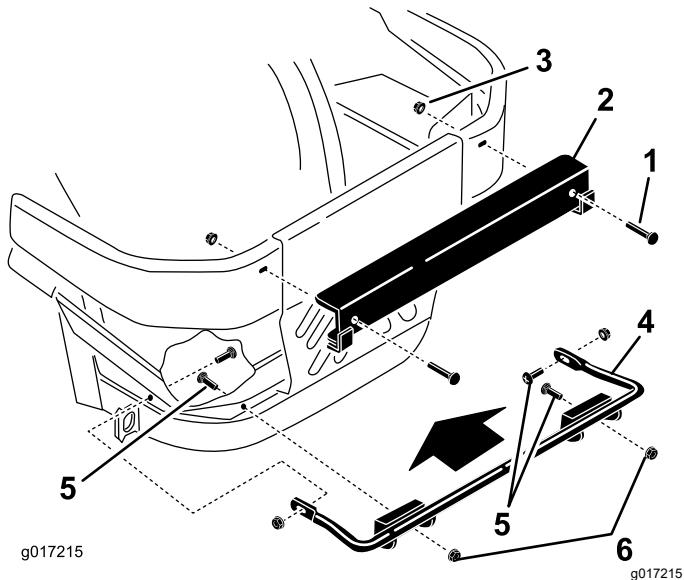

Figure 6
1. Fixez le support inférieur sur la machine à l'aide de 4 boulons de carrosserie ($\frac{3}{8} \times 1\frac{1}{4}$ po) et de 4 écrous à embase (grande embase – $\frac{3}{8}$ po), comme montré à la Figure 6.
2. Fixez le support supérieur sur les pare-chocs gauche et droit à l'aide de 2 boulons de carrosserie ($\frac{1}{2} \times 2\frac{1}{2}$ po) et de 2 écrous à embase ($\frac{1}{2}$ po), comme montré à la Figure 6.